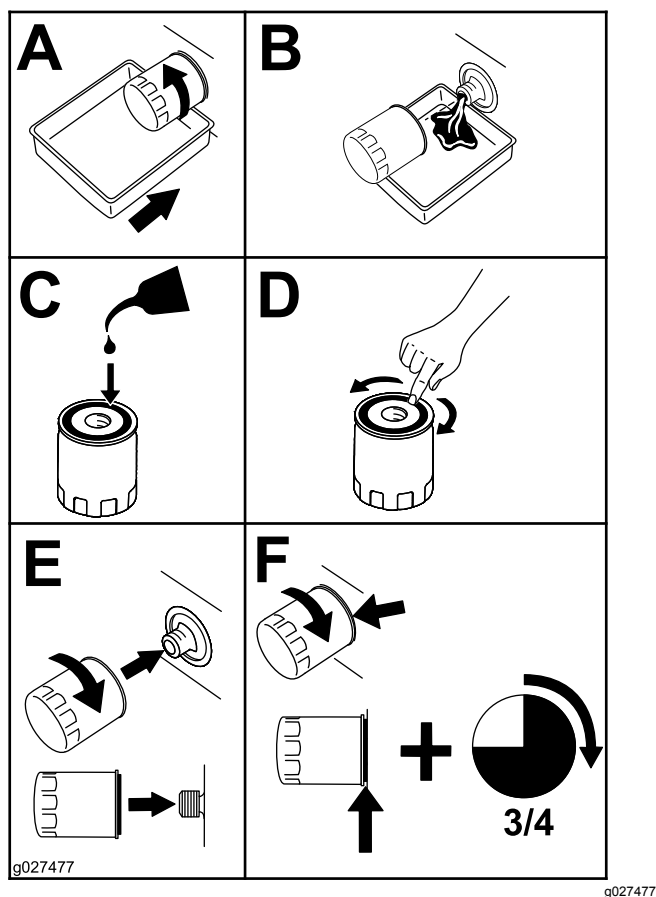

Figura 26
2. Substituir o filtro do óleo (Figura 26).